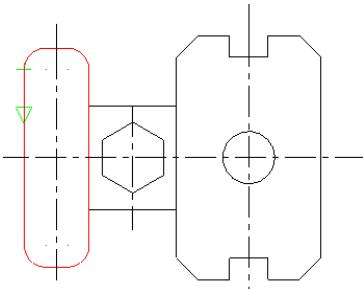

图 4-76 选取串连补正图形
- ② 在主菜单中选择“转换” | “串连补正”命令，或直接单击“转换”工具栏中的“串连补正”按钮，系统弹出“串连选项”对话框，根据系统提示，在绘图区内选取如图 4-76 所示的图素作为串连补正的图形。